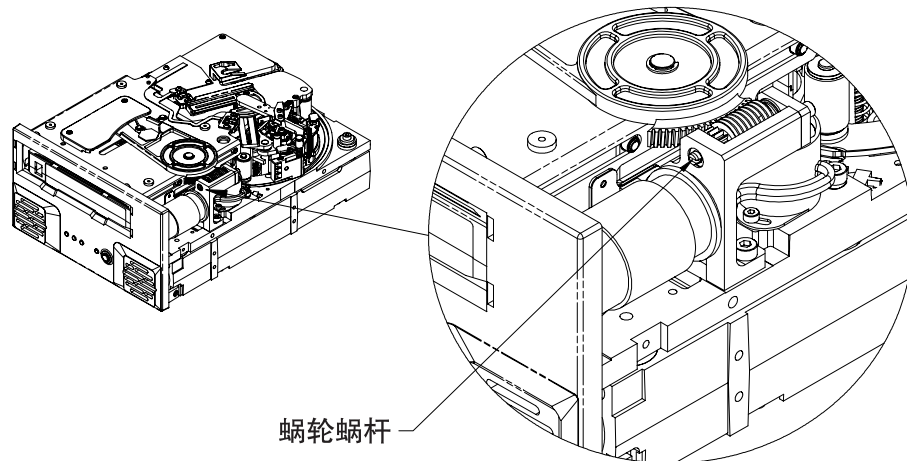

图 22. Viper 200 中蜗轮蜗杆的位置
13. 使用平口螺丝刀沿逆时针方向旋转蜗轮蜗杆（向左转）。图 22 显示了蜗轮蜗杆的位置。这将逐渐抬起磁带盒提升器，并使盒式磁带部分地从驱动器中滑出。